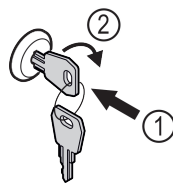

Fig. 161 Beispielhafte Darstellung
- Schlüssel hineindrücken Fig. 161 (1).
- Schlüssel um 90° im Uhrzeigersinn drehen Fig. 161 (2).